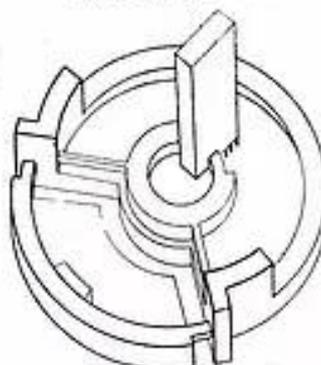

FIG. 2
La figure 2 montre les fils de contact et les pointes soudées au cristal de germanium formant la base. Aux points de contact soudé, il se constitue des zones qui sont de polarité opposée à celle du cristal formant la base. Ainsi, si la base est de polarité négative (N), les deux petites zones (en hachure sur la figure 4) sont positives (P). Nous donnons plus loin quelques explications sur ces polarités.